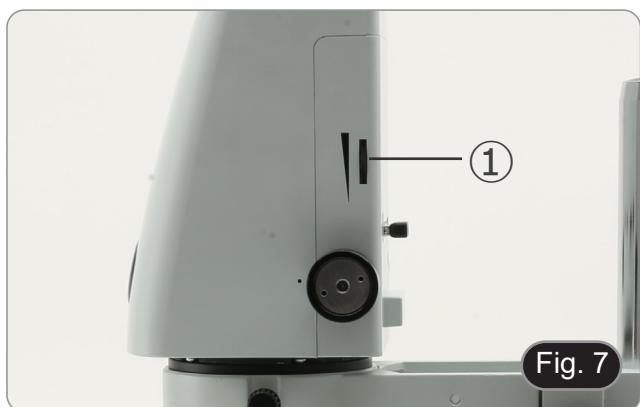

Fig. 7
1. Drehen den Lichteinstellring ① auf der rechten Seite des Mikroskopkörpers. (Fig. 7)